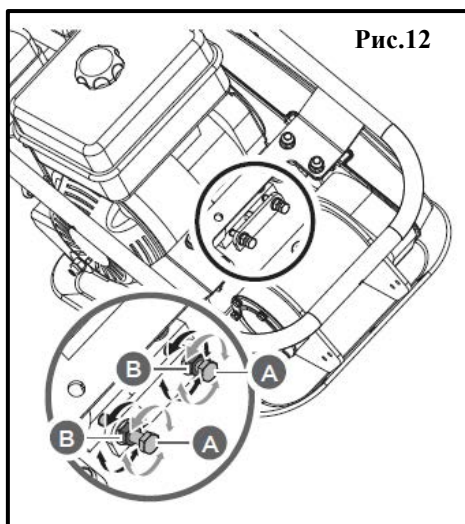

Рис.12
- Ослабьте контргайки **В**, оставив достаточно пространства между гайкой и скобой (Рис.12).
- Переместите двигатель по направлению к задней части виброплиты, поворачивая регулировочные болты **А**, чтобы устранить провисание клинового ремня (ей) (Рис.12).
- Когда вы добьетесь правильного натяжения клинового ремня (ей), затяните контргайки **В** (Рис.12).
- Ослабьте контргайки **В** и болты **А**, изображенные на Рис.12.